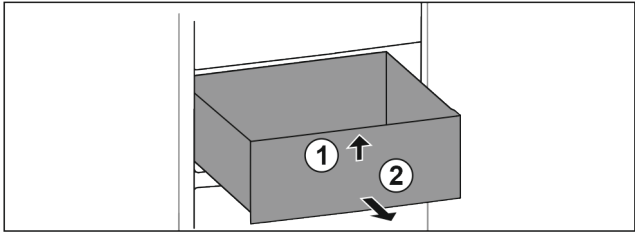

Fig. 32
- ▶ 抬起抽屉前部。Fig. 32 (1)
- ▶ 朝前取出抽屉。Fig. 32 (2)